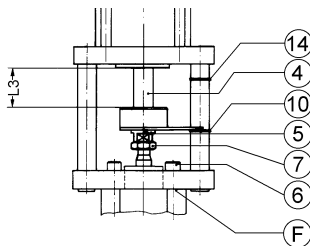

Bild 4.2-1: Kupplung / Anbau des Antriebes an ein Ventil
- Kupplung gemäß Bild 4.2-1 zusammensetzen: